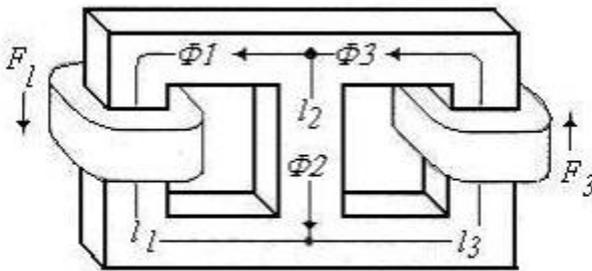

Fig. 8
9.-El circuito magnético paralelo de la Fig. 8 es de silicio-acero con la misma área de sección transversal en toda su extensión $S = 1,30$ cm². Las longitudes medias son $l_1 = l_3 = 25$ cm, $l_2 = 5$ cm. Las bobinas tienen 50 vts. cada una. Dado que $\phi_1 = 90$ μ wb y $\phi_3 = 120$ μ wb. Halle las corrientes de las bobinas.-